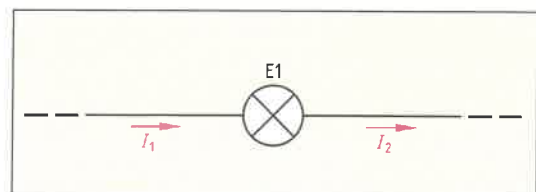

Bild 2: Stromstärke vor und hinter einem Verbraucher
8. Vergleichen Sie die Stromstärke I_1 vor und die Stromstärke I_2 nach dem Verbraucher (Bild 2). Begründen Sie Ihre Antwort.